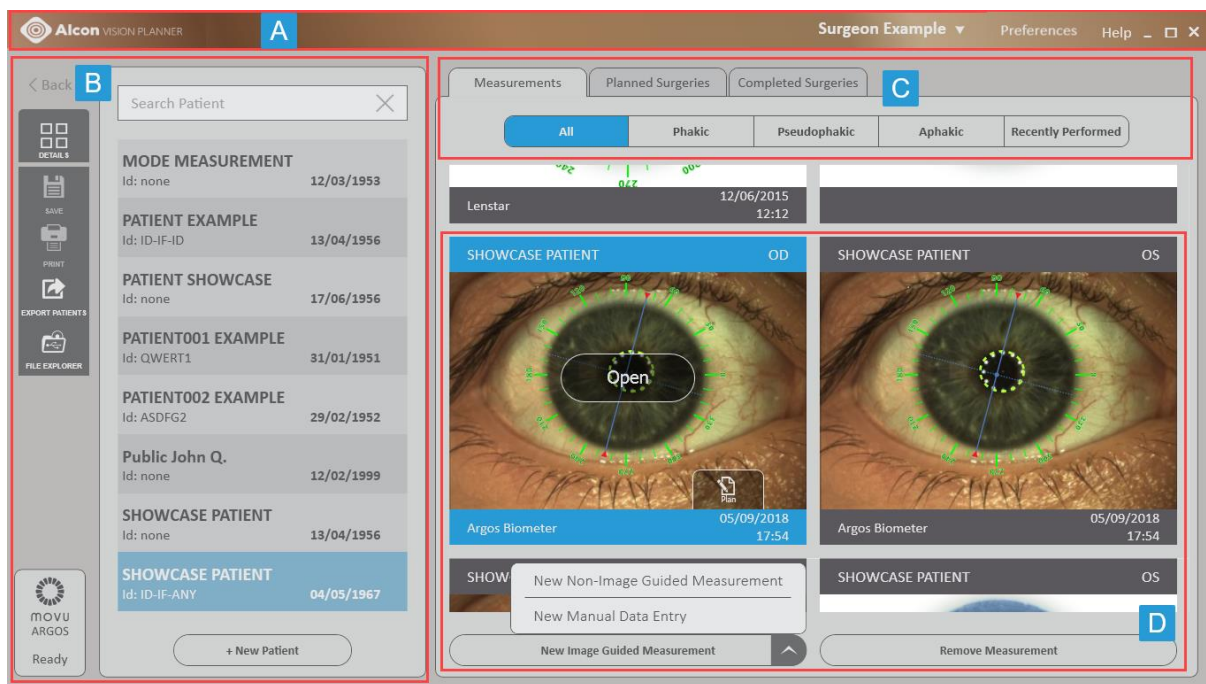

Рис. 58. Список пациентов. Общие сведения
- Откройте диалоговое окно *Preferences (Пользовательские настройки)* на вкладке *Application (Приложение)* данного профиля (рис. 58).